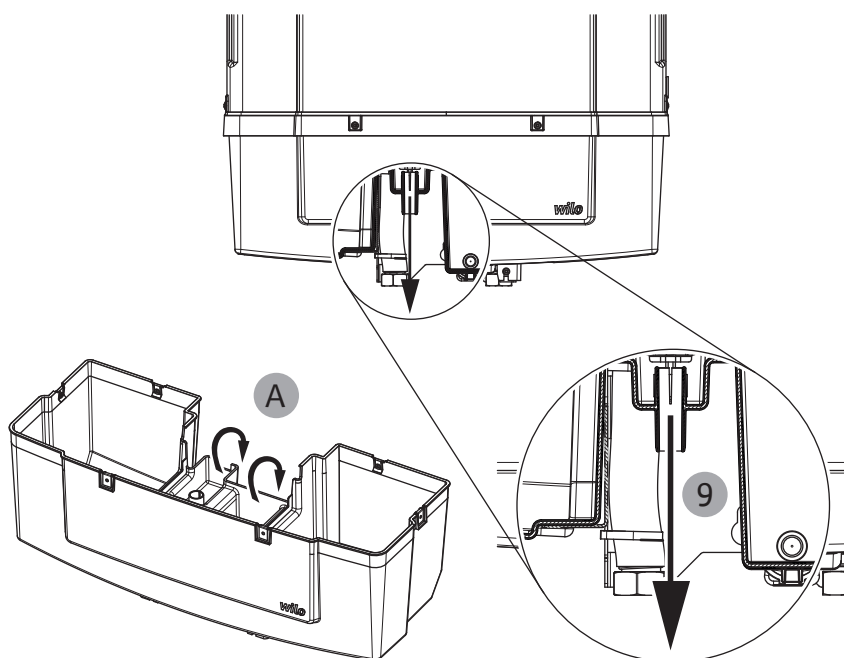

Fig. 11: Trop-plein
- Ne placer ou n'installer aucun appareil ou objet sous le produit. Le système comprend un trop-plein intégré (Fig. 11, pos. A).